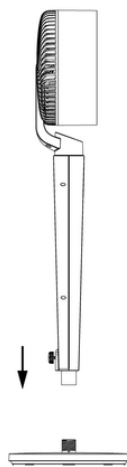

Рис. 1
1. Прикрутити корпус вентилятора до основи (рис. 1).